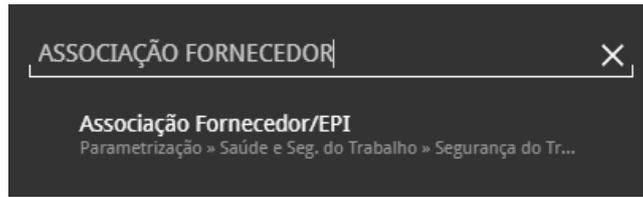

Figura 70: Associação Fornecedor EPI
1. No menu lateral, acesse o caminho (Figura 70): **Parametrização > Saúde e Segurança do Trabalho > Associação de Fornecedor/EPI.**